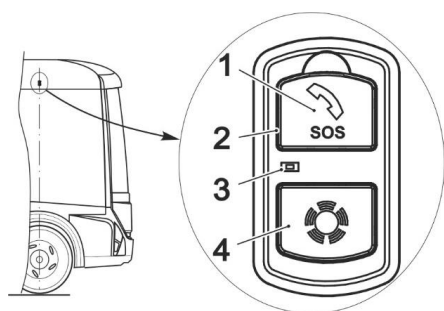

Рис. 2.20 Блок "Вызова"
1. Блок "Вызова" (рис. 2.20) имеет кнопку 1 экстренного вызова "SOS", кнопку 4 дополнительных функций и микрофон 3. Блок "Вызова" располагается над сиденьем водителя слева на панели внутренней отделки кузова.
Кнопка дополнительных функций 4 (см. рис. 2.20) может использоваться при наличии дополнительных сервисных услуг, связанных с навигацией, передачей мониторинговой информации в диспетчерские центры, удаленной диагностикой транспортных средств и т.д. Дополнительные функции могут быть подключены у специализированных организаций или дилера.